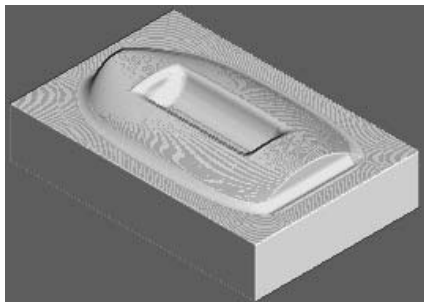

图 3-89 仿真加工结果 4
2) 在“仿真”工具栏的“当前刀具路径”下拉列表中选择要模拟的刀具路径 finish2, 然后单击“执行”按钮, 系统开始自动仿真加工, 仿真加工结果如图 3-89 所示。